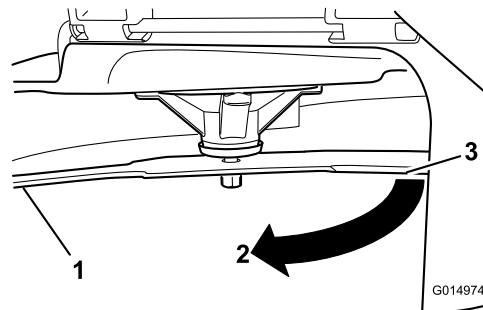

Figure 107
4. Tournez la même lame de 180 degrés pour amener le tranchant opposé à la même position (Figure 107).